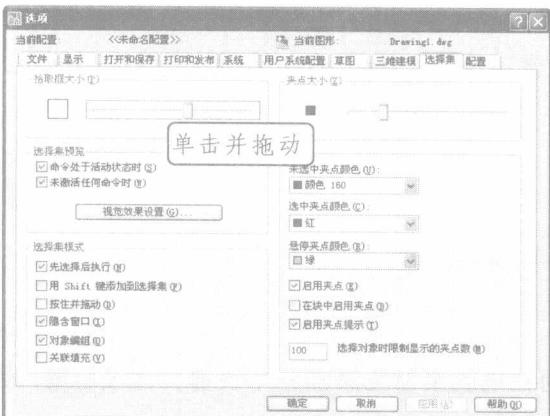
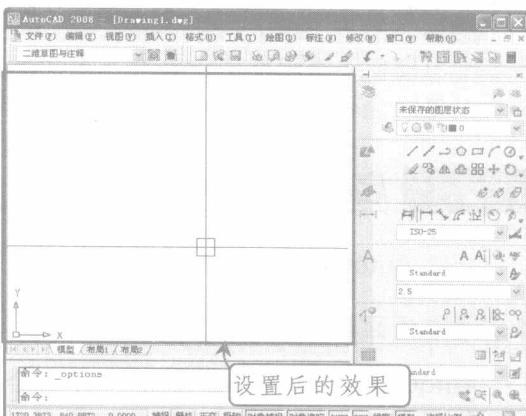

图 1-6 设置拾取框的大小
图 1-7 设置后的工作环境
Step 5 切换到“选择集”选项卡，在“拾取框大小”栏下拖动滑块至如图 1-6 所示的位置处，单击 确定 按钮，使其工作环境如图 1-7 所示【源文件\第 1 章\圆.dwg】。